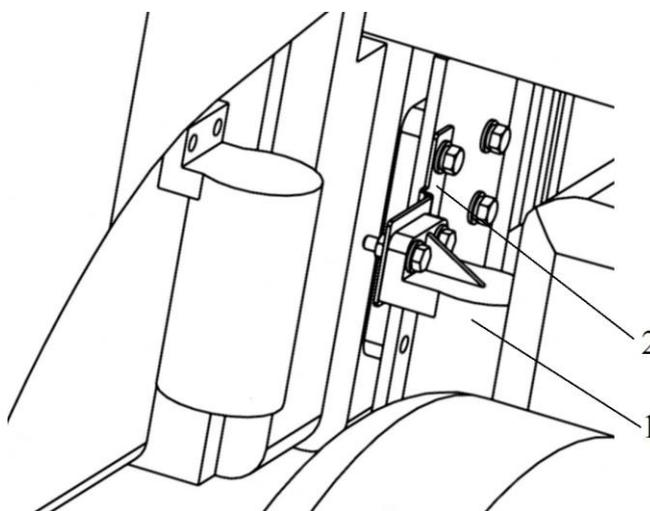

Рисунок 15 – Вид трактора слева:
6.1.7 Демонтировать кронштейн ящика ЗИП (справа), отсоединить кронштейн фильтра поз.2(рис. 15) от трактора и самого фильтра (слева), верхний болт крепления кабины закрутить на место и выкрутить 2-й нижний болт с обеих сторон.